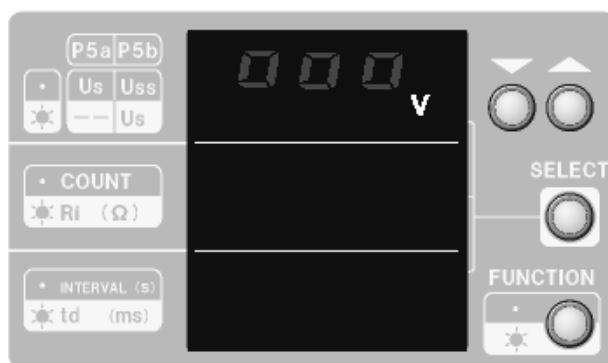

図 14 インターロック断の時の表示
“インターロックプラグ”を外すか、または“インターロックプラグ”の 1-3 番ピンをオープンにすることによって本器はパルス出力を停止し、DC LINE が OFF となるインターロック断状態となります。このとき、表示部は図 14 のような画面表示になります。この状態になると、“②電源スイッチ”を入れ直さない限り通常状態には復旧しません。